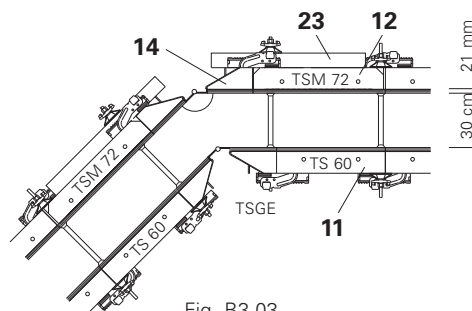

Fig. B3.03
- Angolo con cerniera TSGE (14)
- Elemento TSM 72 (12)
- Elemento TS 60 (11)
- Allineatore TAR 85 (23)
- (Fig. B3.03)